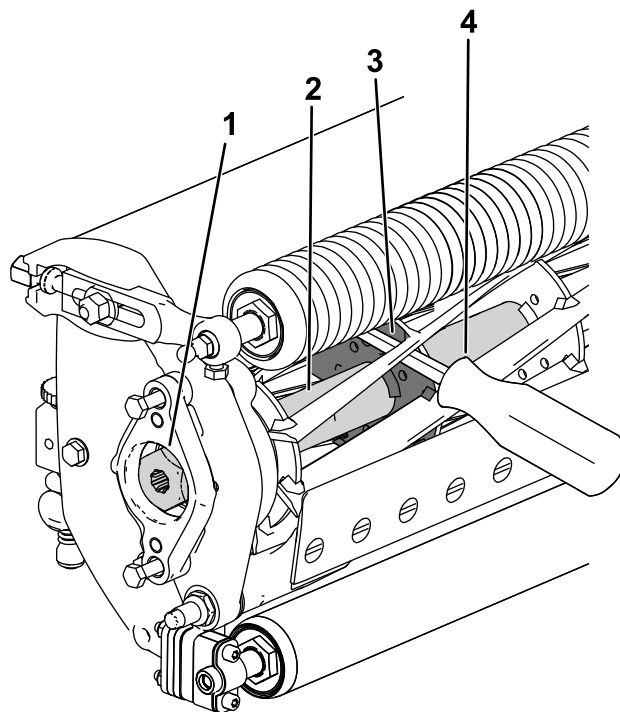

図 36
2. 長い柄のバール9 mm x 30 cm 程度のドライバータイプのもの。握りのついているものがよいを用意する。バールは、トルク作業を行う側に近い側で、リールの下から差し込むようにする 図 36。
3. リールサポートプレートの溶接されている側からバールを入れ 図 36、